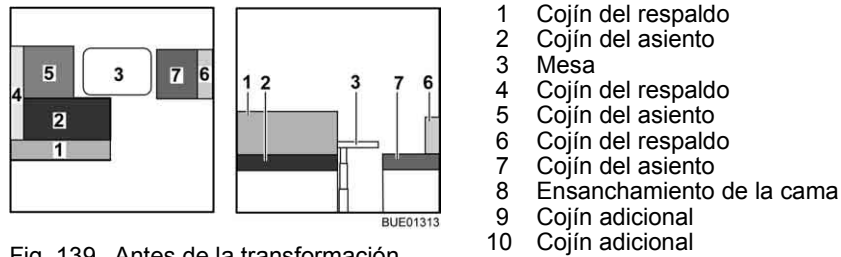

Fig. 139 Antes de la transformación
- Transformar la mesa (Fig. 139,3) en base de cama (véase apartado 6.10).
- Quitar los cojines del respaldo (Fig. 139,1, 4 y 6) y ponerlos a un lado.